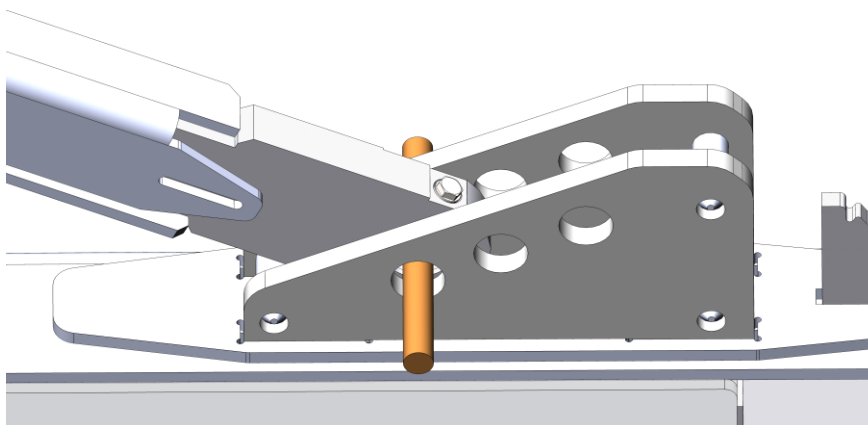

Рисунок 3.101. Центрирование отверстий тяги с толкающим брусом
► Использовать пригодный для таких целей инструмент (металлический прут, стержень и др.), см. рис. 3.101.
- ▶ Совместить (отцентрировать) отверстие в гидроцилиндре перекоса отвала с отверстием в бруске при помощи пригодного для таких целей инструмента (рис. 3.101) и вставить палец **по направлению снаружи внутрь**.
- ▶ Использовать пригодный для таких целей инструмент (металлический прут, стержень и др.), см рис. 3.101.